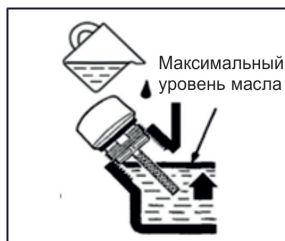

Рис. 18
6. Установите электростанцию на горизонтальной поверхности и залейте новое моторное масло рекомендованное производителем до нижней кромки маслозаливной горловины (рис. 18)